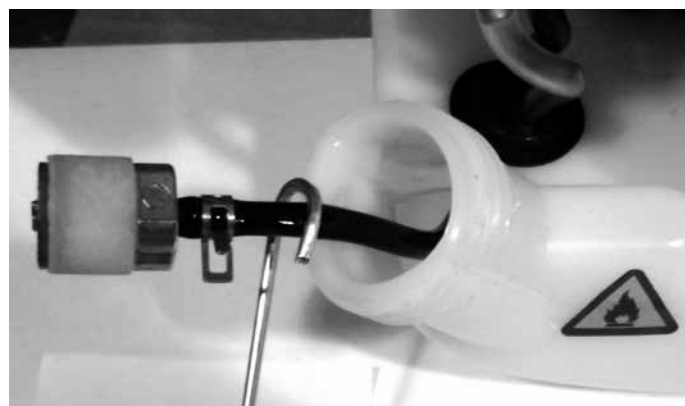

Рис. 11
3. Зацепите крючком топливный шланг с фильтром и вытяните через заливную горловину. Не вытягивайте шланг полностью из бака, достаточно вытащить конец шланга с фильтром (**рис. 11**).